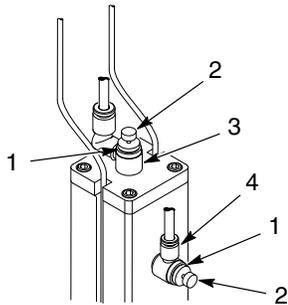

Figura 4 Ajuste de la válvula de control
1. Ver la figura 4. Aflojar el collar de cierre (1) en la válvula de aplicación (3).
2. Girar el botón (2) en sentido horario hasta que entre en contacto con la válvula de aplicación (3). Girar el botón 2 vueltas en sentido inverso.
3. Apretar el collar de cierre (1) de forma segura.
4. Realizar los pasos de 1 a 3 para la válvula de control de carga (4).